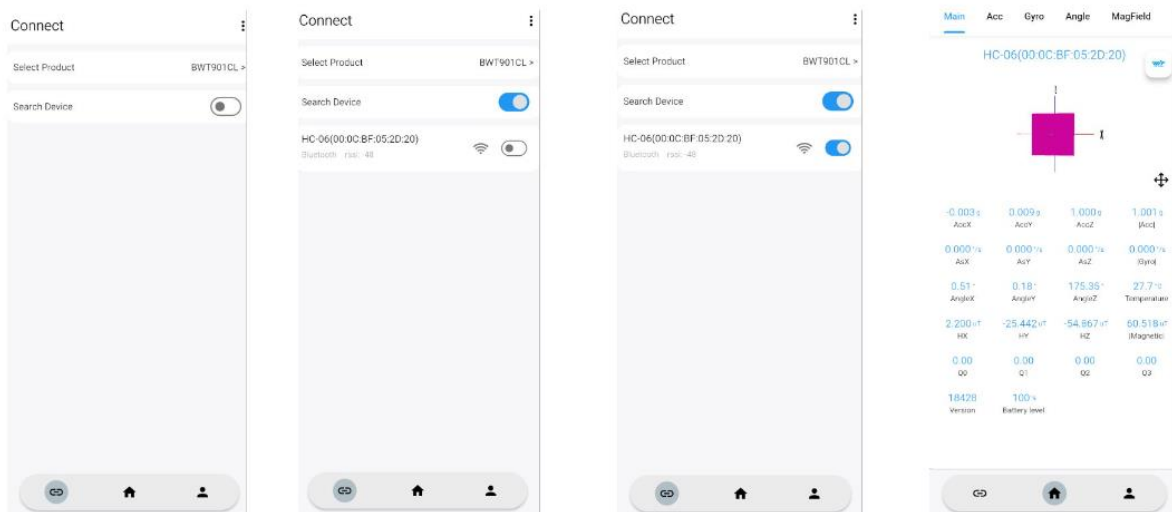

Рисунок 2 – підключення сенсорного модуля BWT901
1.3 Запустити програму WitMotion, обрати тип пристрою BWT901CL та здійснити пошук модулів (Search Device), обрати пристрій у списку (рис. 2).